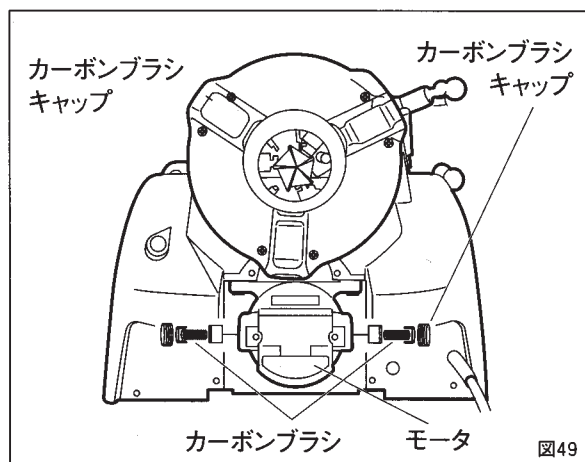

図49
- ② (ー)ドライバでカーボンブラシキャップを外し、カーボンブラシを交換してください。(図49)